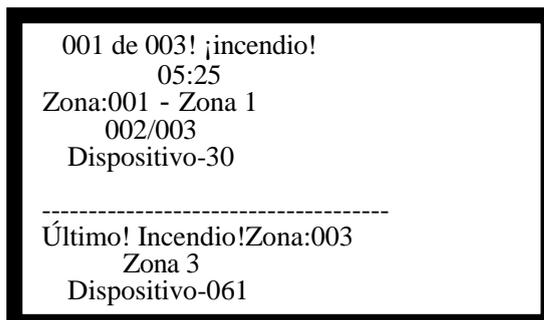

Fig. 5-3
1. La pantalla de alarma de incendio se muestra como Fig. 5-3 en modo de visualización de zona.